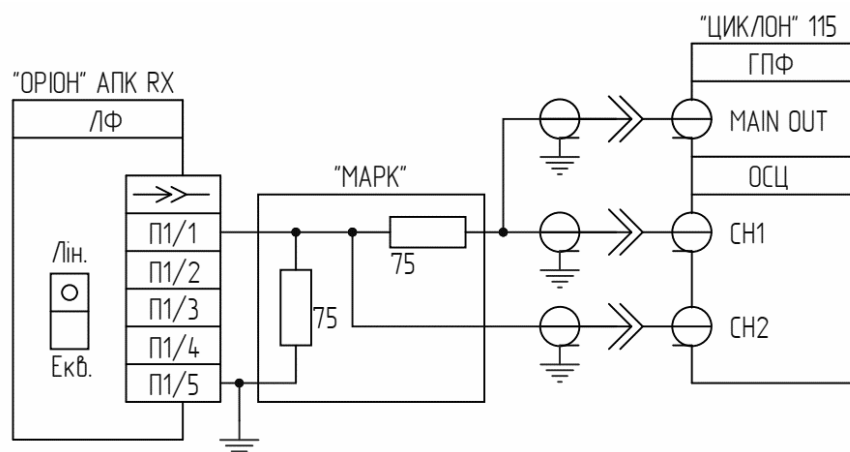

Рисунок 8.9.2 – Схема підключення
- 2) Зібрати схему проведення вимірювань (див. рисунок 8.9.2);